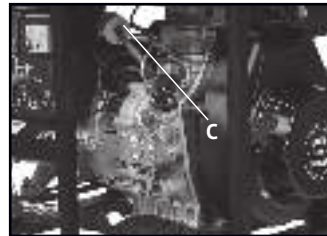

Рис. 16
- Этот фильтр (рис.16, **С**) необходимо заменять по мере его загрязнения, через 300 часов работы генератора, но не реже чем раза в год.